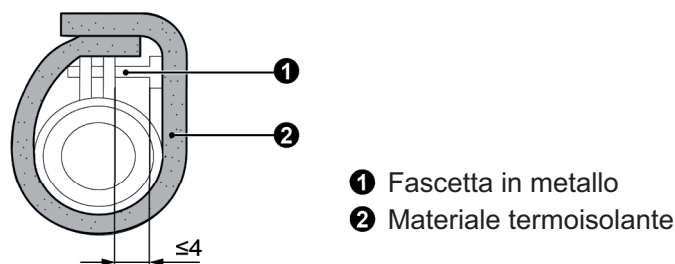

Fig. 4.3.3
- (3) Eseguire l'isolamento termico per fascetta stringitubo e tubo flessibile con guarnizione (eseguire l'isolamento termico al termine del collaudo del sistema di drenaggio). Fare riferimento alla Fig. 4.3.3.